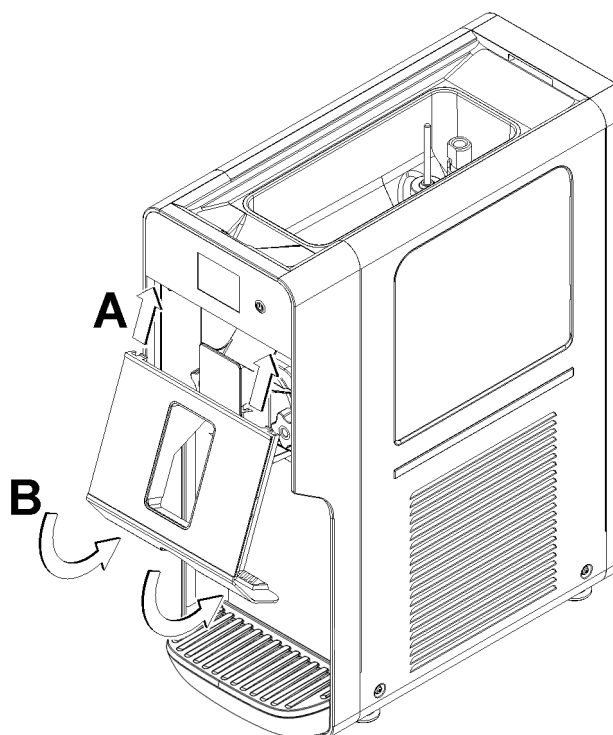

figura 25
- 6 Coloque el panel frontal. (ver figura 25)